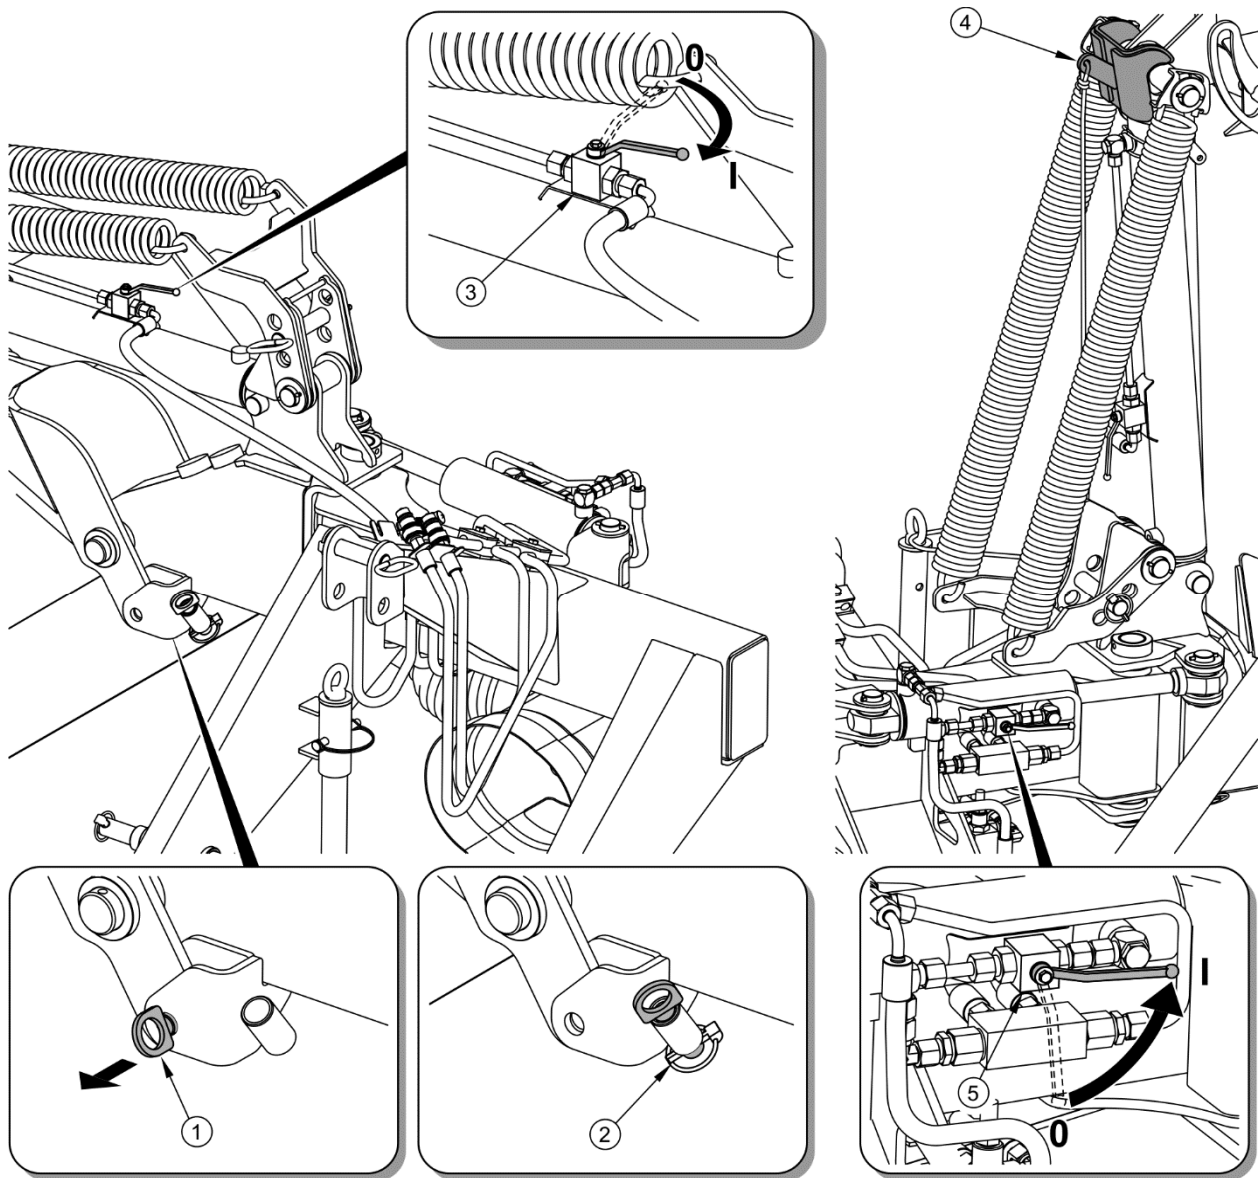

РИСУНОК 4.4 Установка в транспортное положение
После навески косилки на трактор необходимо вынуть шкворень (1), блокирующий несущее плечо (рисунок 4.4).